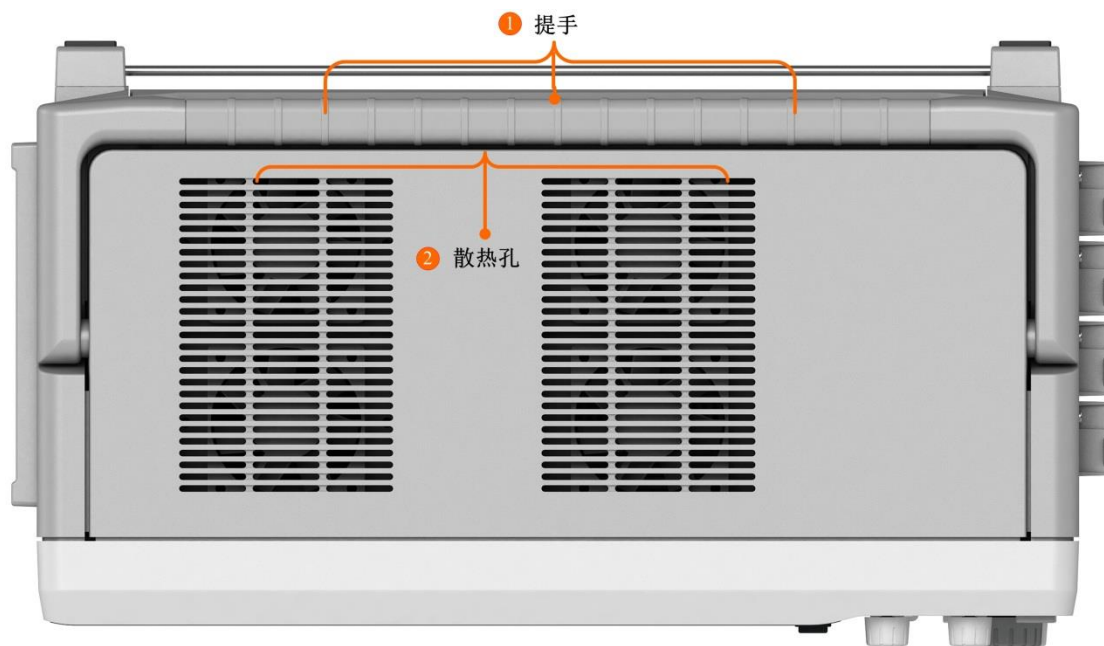

图 2.9 顶部
对图 2.9 中各部分功能依次序说明如下：
- ① 抓手。用于移动示波记录仪设备。如图 2.9 的标注①处所示。
- ② 散热孔。用于示波记录仪的散热。如图 2.9 的标注②处所示。